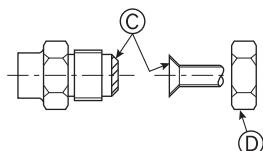

Fig. 4-8
Ⓐ (Fig. 4-8)
Ⓑ (Fig. 4-8)
4.4. Collegamento dei tubi (Fig. 4-8)